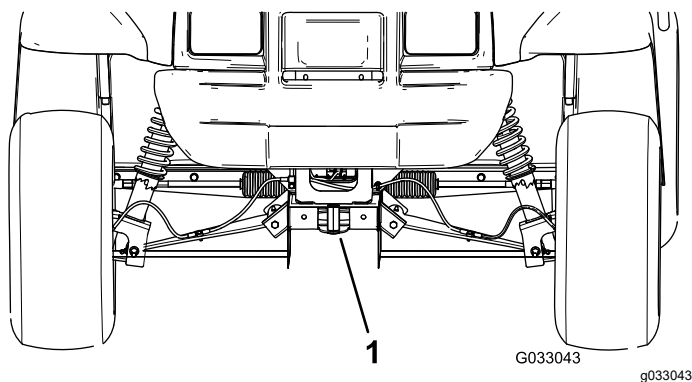

図 26
- ・ 車両前部のジャッキアップポイントは、牽引トングの後ろのフレーム前部です 図 26。